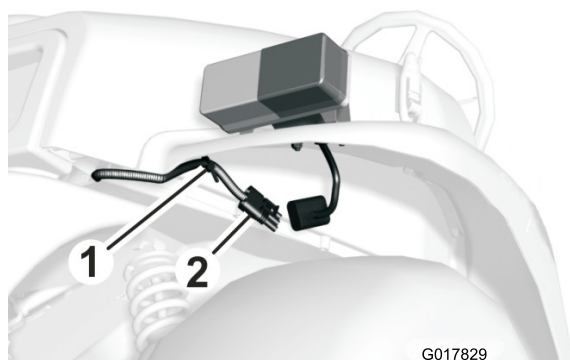

図 7
3. このコネクタを、前フェンダの下を通し、ハーネスのプラスチック製アンカーでフェンダの下側に取り付ける（図 7）。